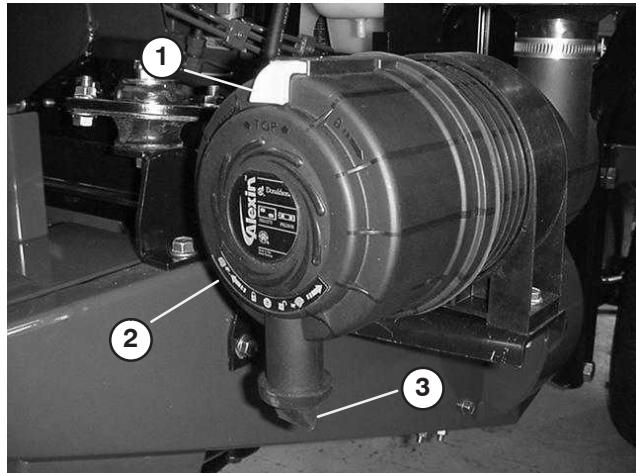

Figure 44
- Tirez le verrou vers l'extérieur et tournez le couvercle du filtre à air dans le sens anti-horaire (Fig. 44).
4. Nettoyez l'orifice d'éjection de saletés situé dans le couvercle amovible (Fig. 44). Retirez la valve de sortie en caoutchouc du couvercle, nettoyez la cavité et remettez la valve en place.